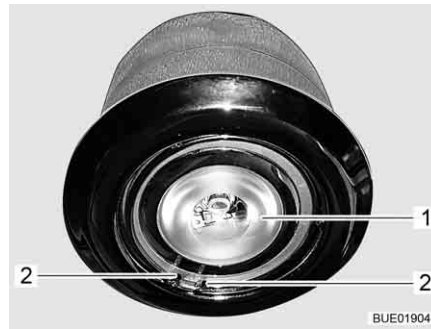

Fig. 240 Plafonnier
- Presser les extrémités de l'étrier de serrage (Fig. 240,2) et le retirer.
- Retirer la DEL (Fig. 240,1).